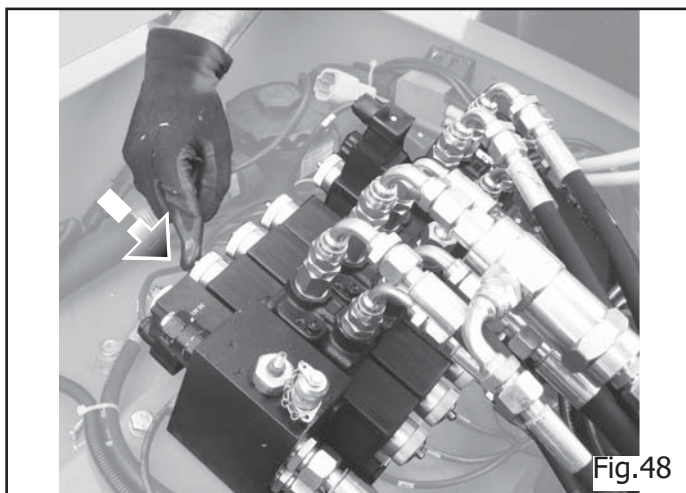

Fig.48
- 8) A questo punto è possibile comandare tutti i principali movimenti della testata premendo e mantenendo premuti i pulsanti (Fig.48), le cui diverse funzioni sono illustrate allo schema di pagina seguente.